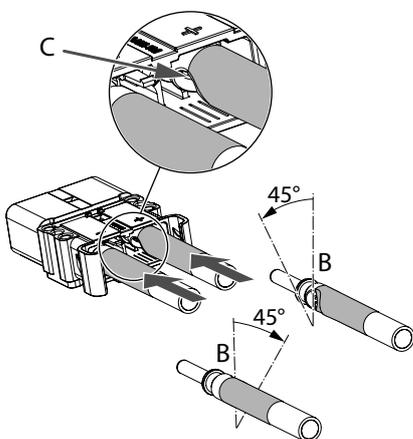

Abb. 16:
1. Den Crimpbereich (B) ca. 45° zur Senkrechten drehen (**Abb. 16/B**).
2. Hauptkontakte so einschieben, dass der Crimpbereich schräg nach unten zur Steckerinnenseite hin zeigt, so wie in (**Abb. 16/C**) dargestellt.